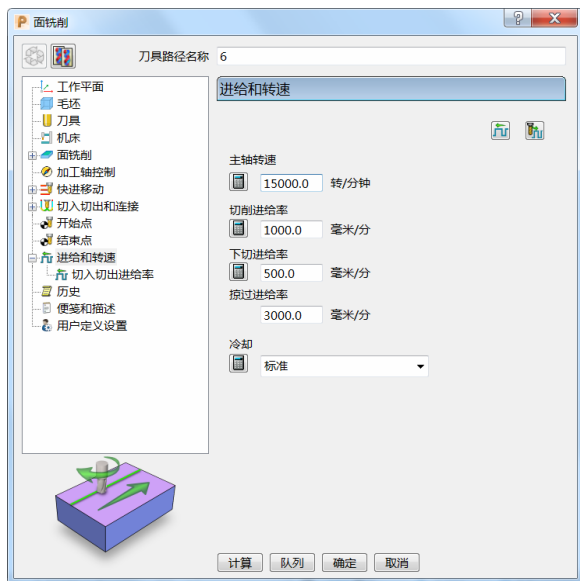
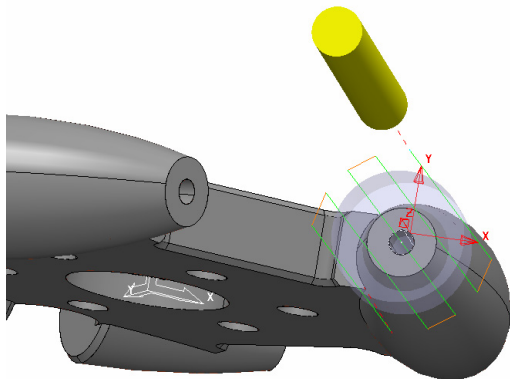

图 4-55
图 4-56
8) 进给和转速: 设定主轴转速 1500.0r/min、切削进给率 1000.0mm/min、下切进给率 500.0mm/min、掠过进给率 3000.0mm/min, 标准冷却。(图 4-55)
9) 单击图 4-55 中的“计算”按钮, 刀具路径如图 4-56 所示。